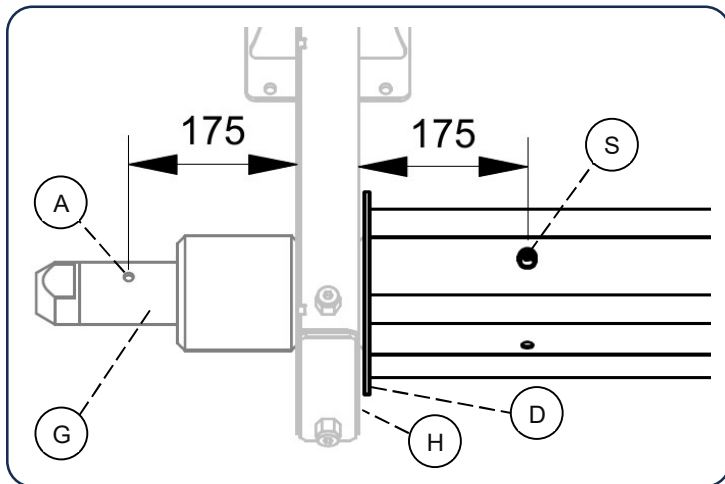

Bild.43
Steg 1, Bild.43: Demontera skruven (S) som låser fast borsttrumman mot drivaxeln (A)
Steg 3, Bild.43: Rengör drivaxelns yta (G) från smuts och rost.
Steg 4, Bild.43: Pensla in drivaxeln (A) med fett (typ se kapitel 3.9) på ytan (G).
Steg 5, Bild.43: Återmontera borsttrumman tills skruvhålet befinner sig ca 175 mm från kedjedrivhuset (H).